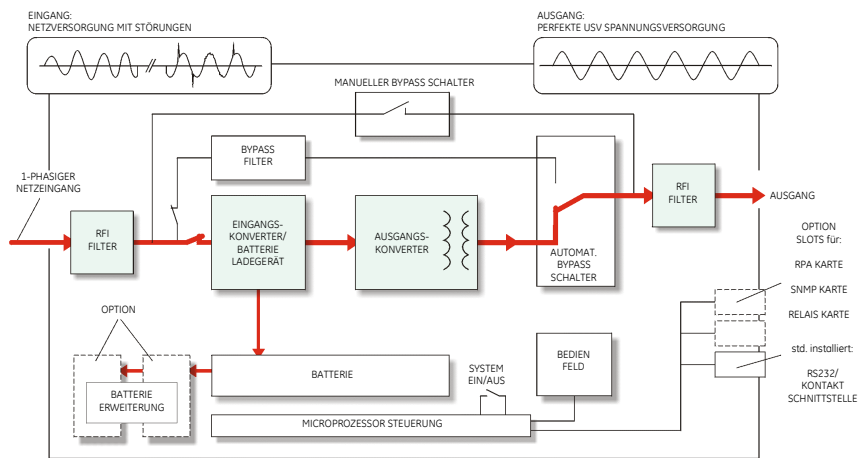

Bild 2. Blockdiagramm der LP 11 USV, Netzspannung vorhanden
Da elektrische Energie nur als Gleichspannung (DC) in Batterien gespeichert werden kann, die Netzversorgung aber Wechselspannung (AC) führt und die Verbraucher auch eine Wechselspannung (AC) benötigen, hat die USV am Eingang einen Gleichrichter (AC zu DC Wandler) und am Ausgang einen Wechselrichter (DC zu AC Wandler) (siehe Abb. 2).